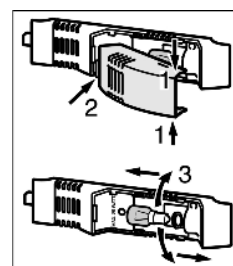

Fig. 23
- ▶ Agarrar a cobertura da lâmpada na parte superior e inferior *Fig. 23 (1)*.
- ▶ Desencaixar a cobertura da lâmpada atrás e retirar a mesma *Fig. 23 (2)*.
- ▶ Substituir a lâmpada *Fig. 23 (3)*.